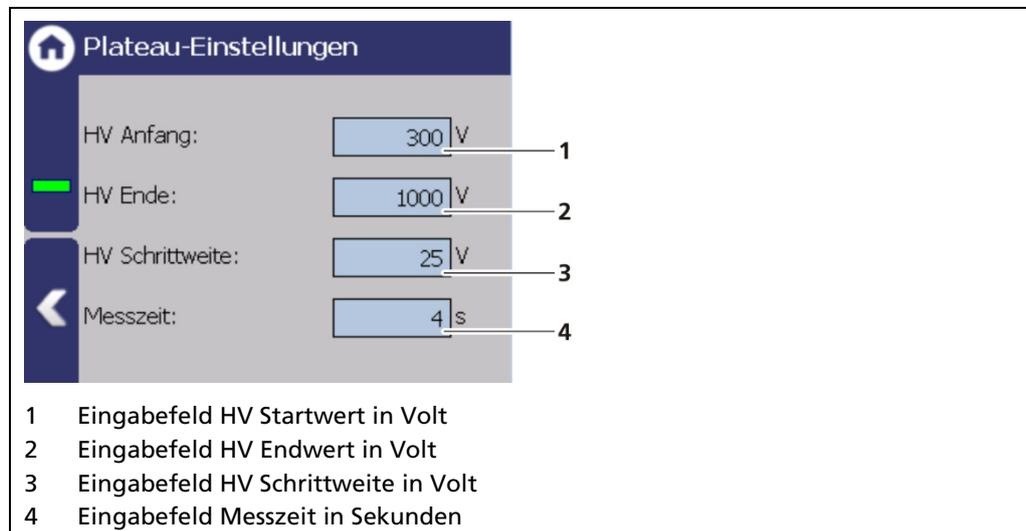

Abb. 60 Plateau-Einstellungen
1. Klicken Sie auf das entsprechende Eingabefeld (Abb. 60, Pos.1-4).